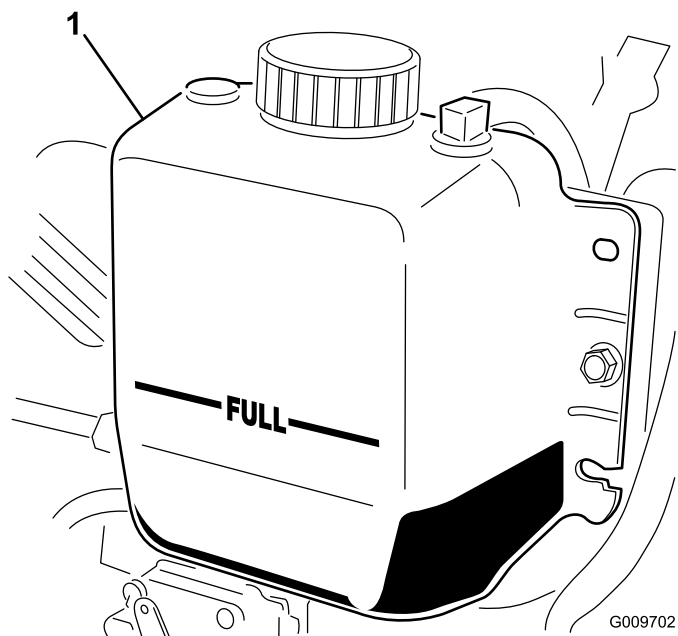

図 36
2. ラジエーター内部の液量を点検する。補給口の首の上部までであればよい。また、補助タンク側面についているFULLマークまでであればよい（図 36）。